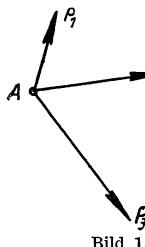

Bild 177
- 312.** a) Wie werden drei in einem Punkte A angreifende Kräfte P_1, P_2, P_3 (Bild 177) auf zeichnerischem Wege zu einer Mittelkraft zusammengesetzt?